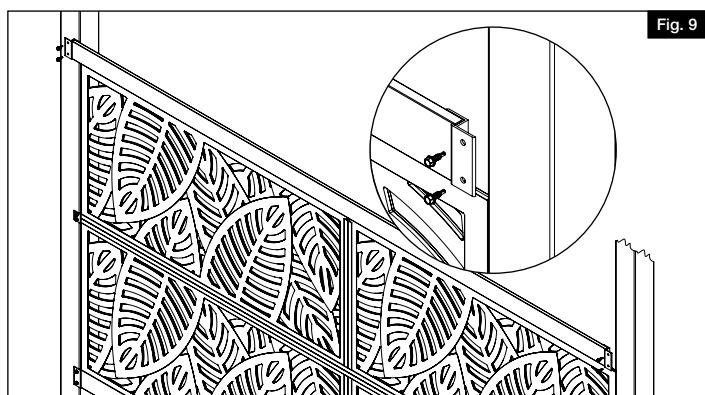

Fig. 9
9. Installer le profilé en U du haut sur les deux faces du poteau à l'aide de grandes vis de fixation (deux par côté) (Fig. 9 et 10).